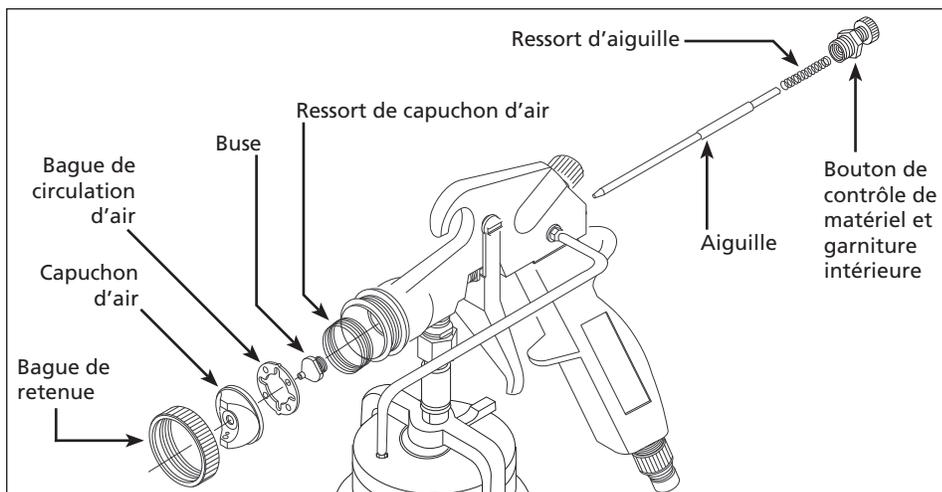

Figure 2 - Montage d'aiguille/buse
1. Enlever la bague de retenue, capuchon d'air, bague de circulation d'air, ressort de capuchon d'air, buse, bouton de contrôle de matériel, ressort d'aiguille et montage d'aiguille (Fig. 2).
*manchon extérieur chargé d'un ressort et doit être tiré vers l'arrière pour être fixé et enlevé du pistolet (Fig. 2).*